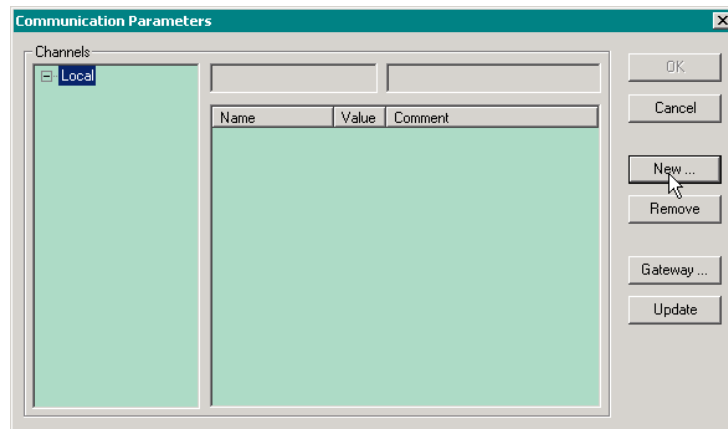

Рис. 13. Диалоговая панель параметров коммуникационного сервера связи с удаленным контроллером
2. Выберите команду меню **Online–Communication Parameters...** На экран будет выведена диалоговая панель **Communication Parameters**, показанная на рис. 13.